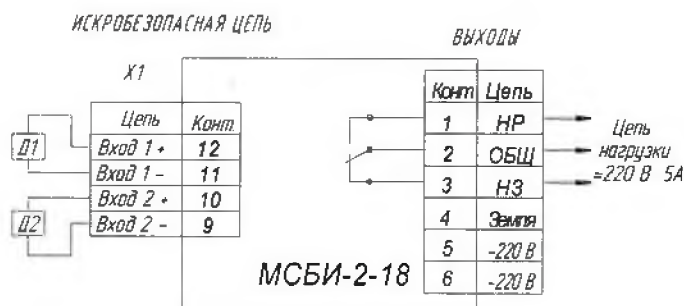

Рис. 3
2. Алгоритм «И» рис. 3.
3. Алгоритм «Контроль уровня в емкости» рис. 3.